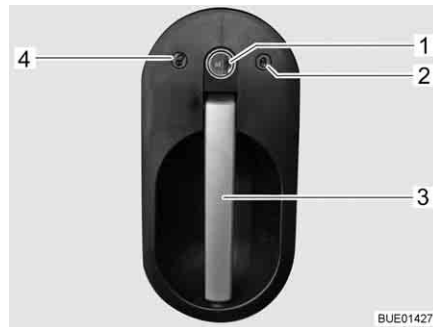

Fig. 60 Serrure de la porte chauffeur, à l'extérieur
- Insérer la clé dans le barillet (Fig. 60,1) et la tourner dans le sens "ouvrir" (Fig. 60,4) jusqu'à ce que la serrure de la porte soit déverrouillée.
- Tirer sur la poignée de la porte (Fig. 60,3). La porte est ouverte.
- Insérer la clé dans le barillet (Fig. 60,1) et la tourner dans le sens "verrouiller" (Fig. 60,2) jusqu'à ce que la serrure de la porte soit verrouillée.